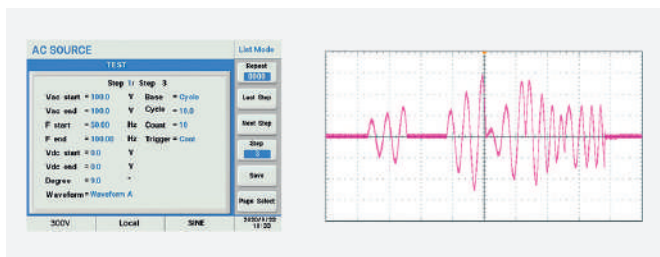

Рис. 10. Задание произвольных последовательностей
**Задание произвольных последовательностей выходного сигнала (List mode).** Пользователь имеет возможность создать до 50 программ, каждая программа может содержать до девяти шагов (рис. 10). В рамках каждого шага задаются такие параметры, как напряжение, частота на старте и в конце шага, угол фазы, тип сигнала, число повторений и продолжительность. Также задается количество повторов программы.